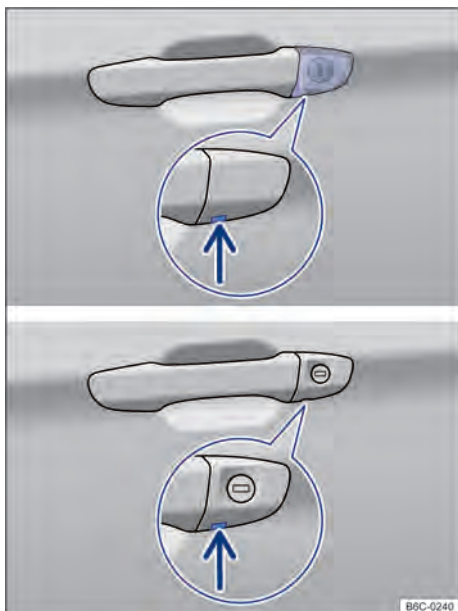

Fig. 58 Maçaneta da porta do condutor: cilindro da fechadura. ▶
- Inserir a haste da chave por baixo na abertura da capa de cobertura → Fig. 58 (seta).